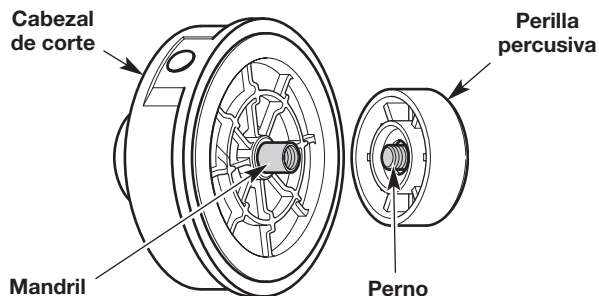
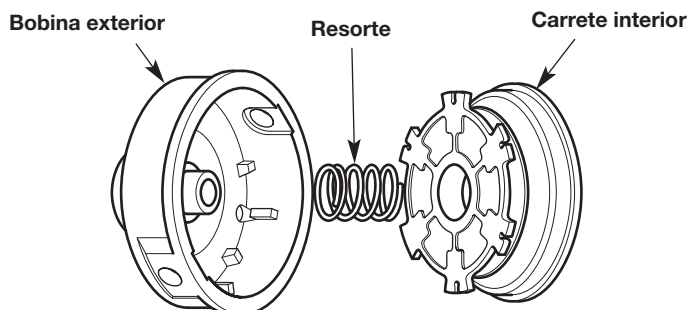

Fig. 17
Fig. 18
- Mantenga el cabezal de corte en su lugar (Fig. 17).
- TB22:** Gire la perilla de impacto en el sentido contrario de las agujas del reloj para desenroscarla del cabezal de corte (Fig. 17). La bobina exterior (Fig. 18) permanecerá fija a la unidad.
- TB252S:** Gire la perilla de impacto en el sentido de las agujas del reloj para desenroscarla del cabezal de corte (Fig. 17). Deslice el cabezal de corte fuera del mandril (Fig. 17).
- Inspeccione el perno dentro de la perilla percusiva para verificar que se mueva con libertad (Fig. 17). Cambie la perilla percusiva si está dañada.
- Saque el carrete interior de la bobina exterior (Fig. 18).
- Saque el resorte del carrete interior (Fig. 18).
5. **TB252S:** Mientras sujeta el carrete interior y la bobina exterior juntos, deslice el cabezal de corte sobre el mandril (Fig. 17). Asegúrese de que el cabezal de corte calce en forma segura en la porción hexagonal del mandril.
- **TB22:** Enrosque la perilla de impacto en el sentido de las agujas del reloj (Fig. 17).
- **TB252S:** Enrosque la perilla de impacto en el sentido contrario de las agujas del reloj (Fig. 17).